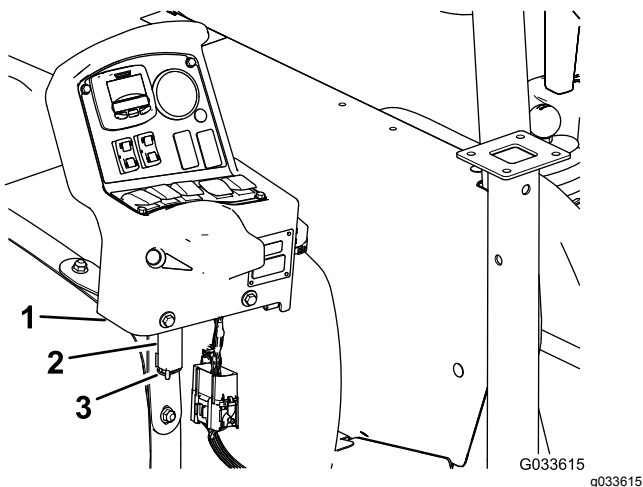

Figura 132
7. Retire la consola del soporte de montaje de la consola en el salpicadero de la máquina y alinee el pasador de giro de la consola de control con el soporte de almacenamiento del fleje delantero del depósito (Figura 132); consulte Instalación de la consola de control en la máquina \(página 22\).
8. Monte la consola en el soporte y sujete el pasador de giro al soporte con la chaveta (Figura 132).